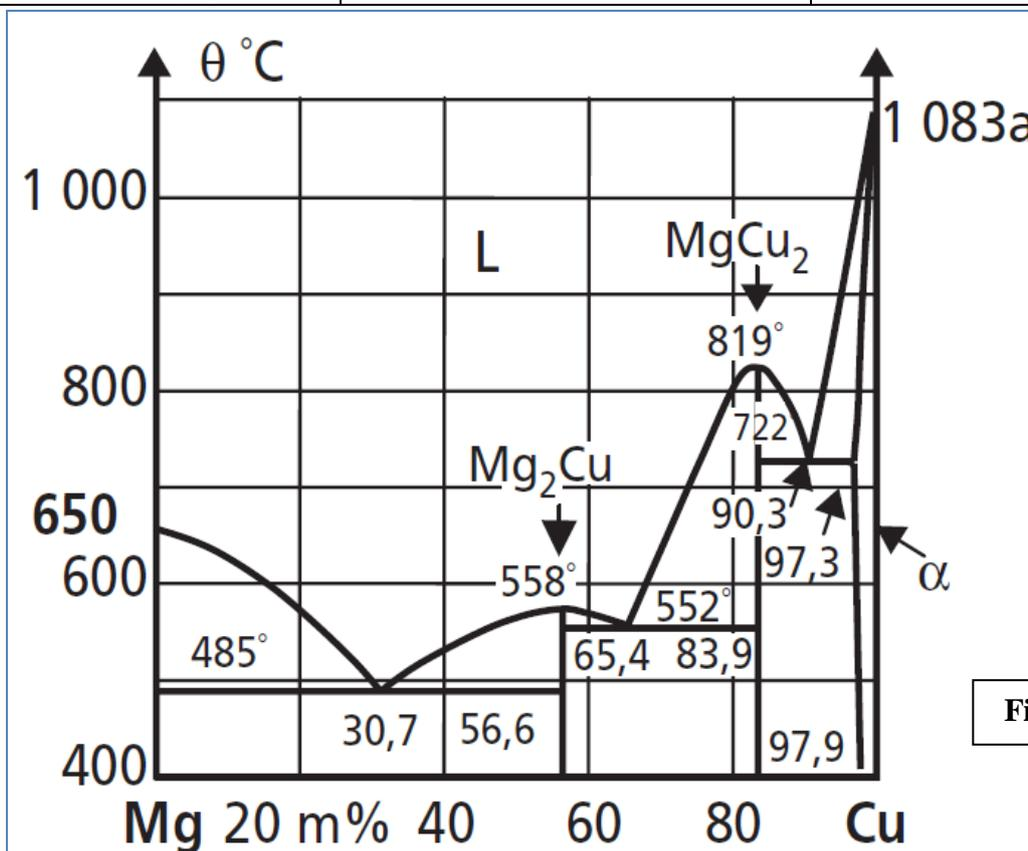

Figure 2.
On vous donne le diagramme de phases à l'équilibre de l'alliage binaire Mg-Cu, **figure 2**, (décomposable en trois diagrammes simples à miscibilité partielle) et on vous demande de répondre aux questions suivantes.
4.2. Compléter le tableau suivant (illustrer les réponses sur le diagramme de la **figure 2**).